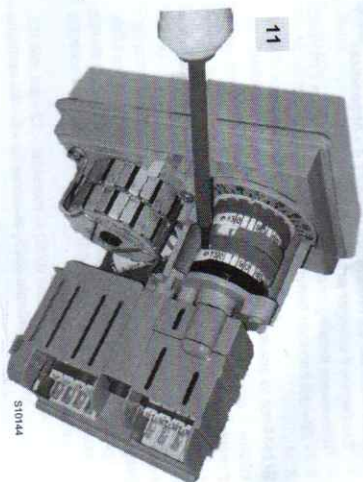

Fig. 4
Per l'eventuale regolazione della camma III, utilizzare il cacciavite 11 (Fig. 4).
- 11 Cacciavite per la regolazione della camma III (Fig. 4)